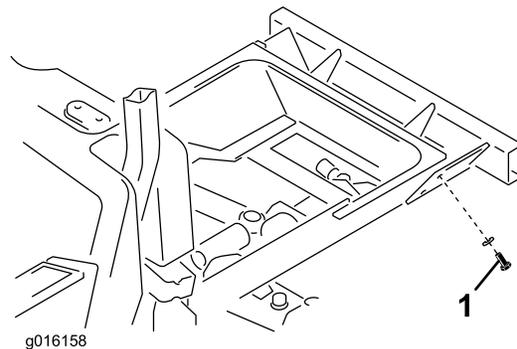

Figura 10
1. Rimuovete il bullone **superiore**, la rondella e il dado che fissano la staffa del paraurti posteriore alla guida sinistra del telaio (Figura 10). Conservate bullone, rondella e dado.